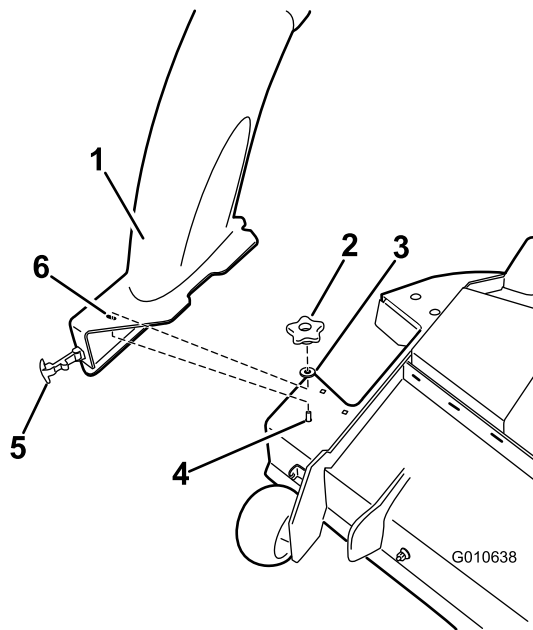

Figura 7
5. Instale el conducto en la carcasa asegurándose de que el hueco de la parte superior del conducto quede alineado con la clavija expuesta en la parte superior de la carcasa de corte (Figura 7).